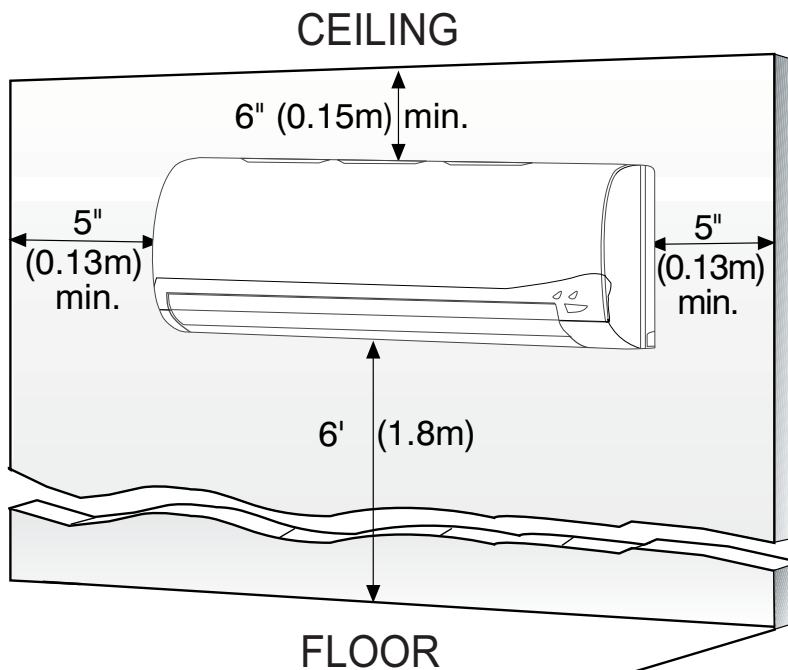

Fig. 6 – Dégagement du module intérieur
Laissez suffisamment d'espace pour permettre la circulation d'air et l'entretien de l'appareil. Consultez le fig. 6 pour connaître les distances minimales requises entre l'appareil et les murs ou les plafonds.
- Emplacement qui fournit les dégagements appropriés, comme indiqué à la fig. 6.
2. À l'aide du pochoir, tracez la position du trou dans le mur. La plaque de montage doit être placée horizontalement et de niveau au mur. Tous les espacements minimaux indiqués dans la fig. 6 doivent être respectés.
La dimension des plaques de montage varie selon les modèles. Vérifiez que l'espace de montage du module intérieur est suffisant (voir fig. 6). Ces figures montrent les cotes suivantes :